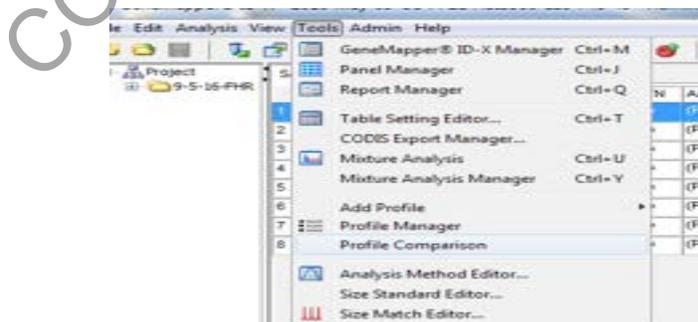

Figura 51. Pestaña comparación de perfiles.
7.17.17 Una vez revisados los marcadores internos, proceda a revisar la escalera alélica: Selecciónela y haga click en "**Display Plots**" que se encuentra bajo el ícono de la figura 51. Se desplegará el electroferograma de la escalera alélica.
7.18.1 Seleccione la pestaña "**Tools**" y dele click en "**Profile Comparison**" (ver figura 51).